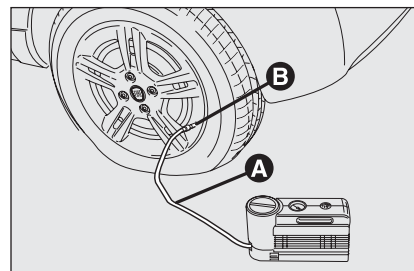

fig. 5
- **Azionare il freno a mano.** Svitare il cappuccio dalla valvola del pneumatico, estrarre il tubo flessibile di riempimento **A**-fig. 5 ed avvitare la ghiera **B** sulla valvola del pneumatico;